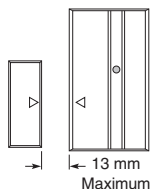
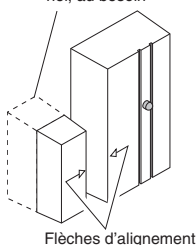

Figure 3
Figure 4
5. **Installation du capteur.** Utilisez soit des vis, soit du ruban adhésif double face pour monter l'unité de bouton-poussoir. **IMPORTANT** : L'écart maximum entre le capteur et l'aimant est de 13 mm (voir la Figure 3). Les flèches sur chaque appareil doivent être vis-à-vis l'une de l'autre et alignées (voir la Figure 4). L'aimant doit être près du capteur. *Remarque* : Lorsque l'aimant est en retrait, utilisez l'espaceur pour l'aligner correctement avec le capteur (voir la Figure 4).